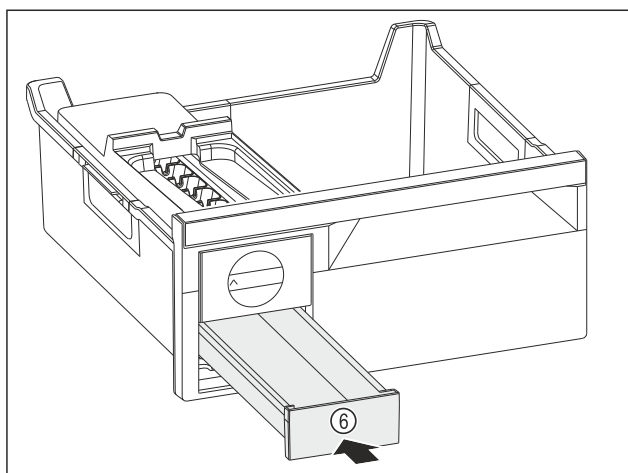

Fig. 90
- ▶ Zásuvku na kostky ledu Fig. 90 (6) zasuňte.